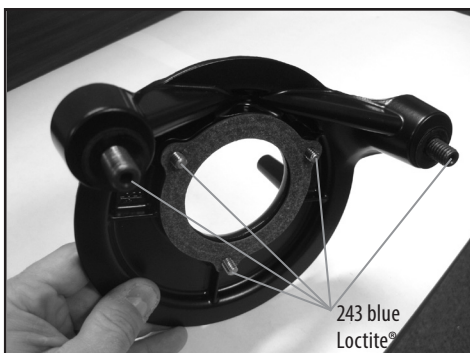

Figura 5
5. Applicare una goccia di 243 blue Loctite® nella filettatura delle viti e dei bulloni dello sfiatatoio. La **figura 5** indica tutte e cinque le filettature delle viti su cui applicare 243 blue Loctite.